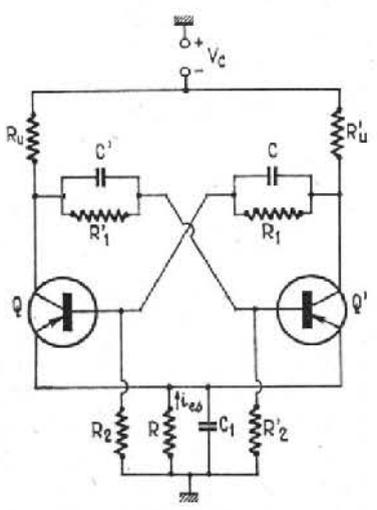

Fig. 24. — Multitriodeur à une seule batterie
G. 8 Montage avec une seule batterie. — Un schéma de montage utilisant une seule batterie est donné figure 24. On y remarque que l'émetteur n'est plus à la masse, mais à une tension quasi constante égale à environ :